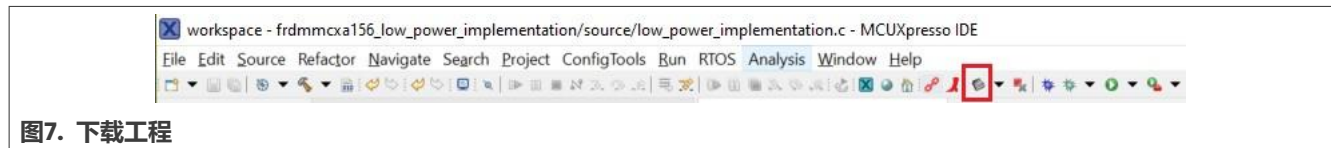

图7. 下载工程
2. 如图7所示，从工具栏中选择GUI Flash Tool，将可执行文件烧录到开发板上。